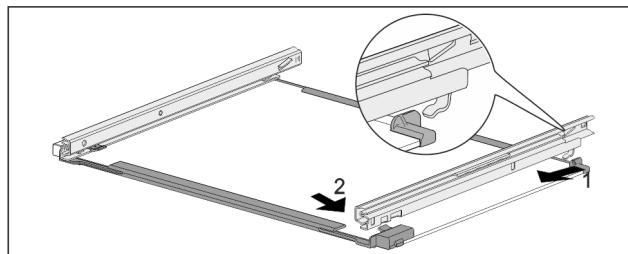

Fig. 181 Steklena plošča z vodili
- Vodilo obesite na kavelj na zadnji strani. Fig. 181 (1)
- Vodilo zaskočite na sprednji strani. Fig. 181 (2)